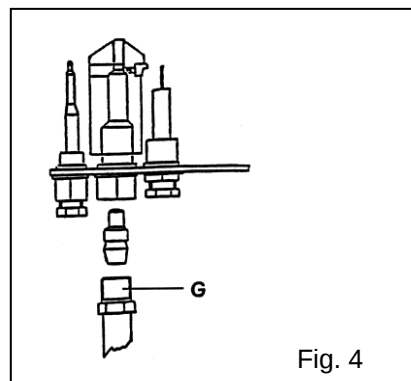

Fig. 4
5.1.1 Fiamma pilota (Fig. 4)
5.3.1 Fiamma pilota (Fig. 4)